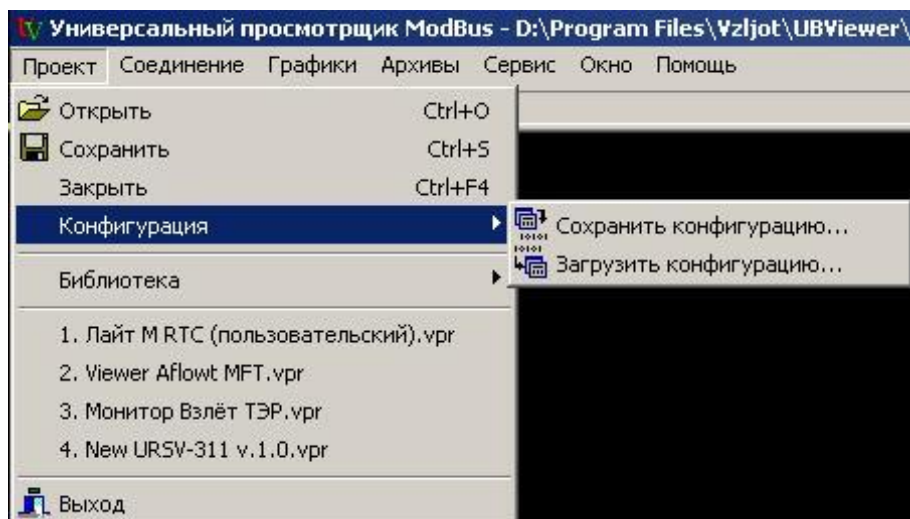

Рис.25. Окно «Универсальный просмотрщик».
- в программе «Универсальный просмотрщик» выбрать пункт **«Проект»** / **«Конфигурация»** / **«Сохранить конфигурацию»** (рис.25).